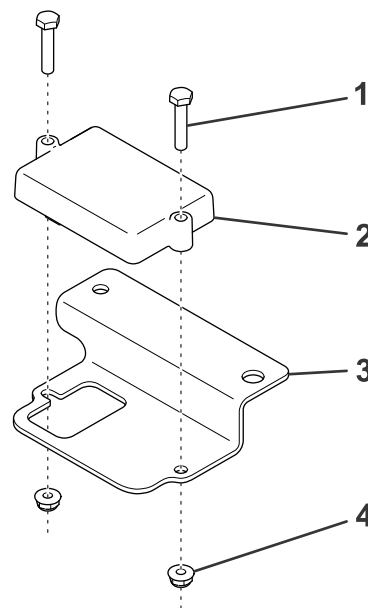

Рисунок 1
1. Прикрепите модуль датчика к монтажному кронштейну при помощи 2 болтов и гаек (Рисунок 1).